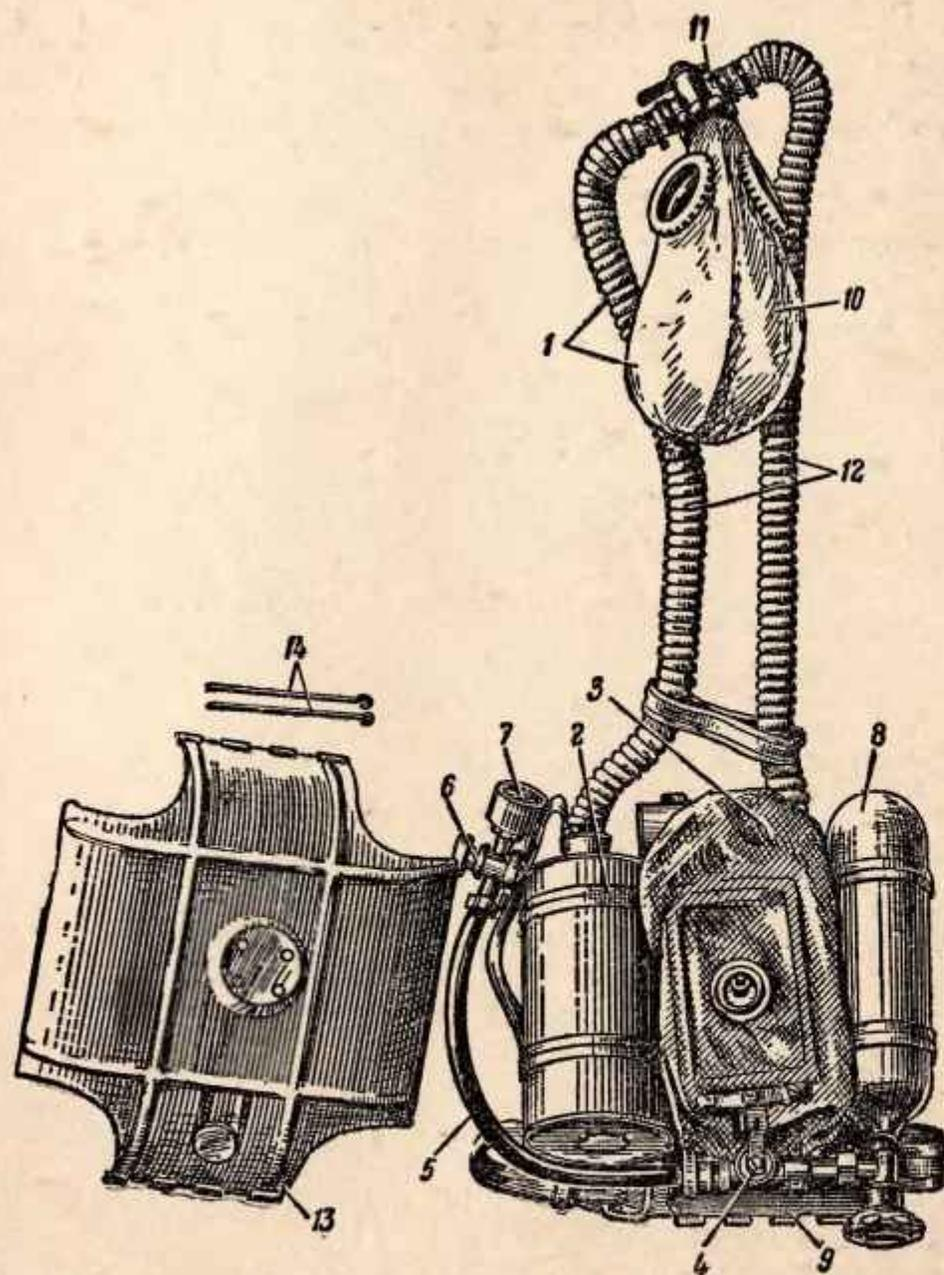
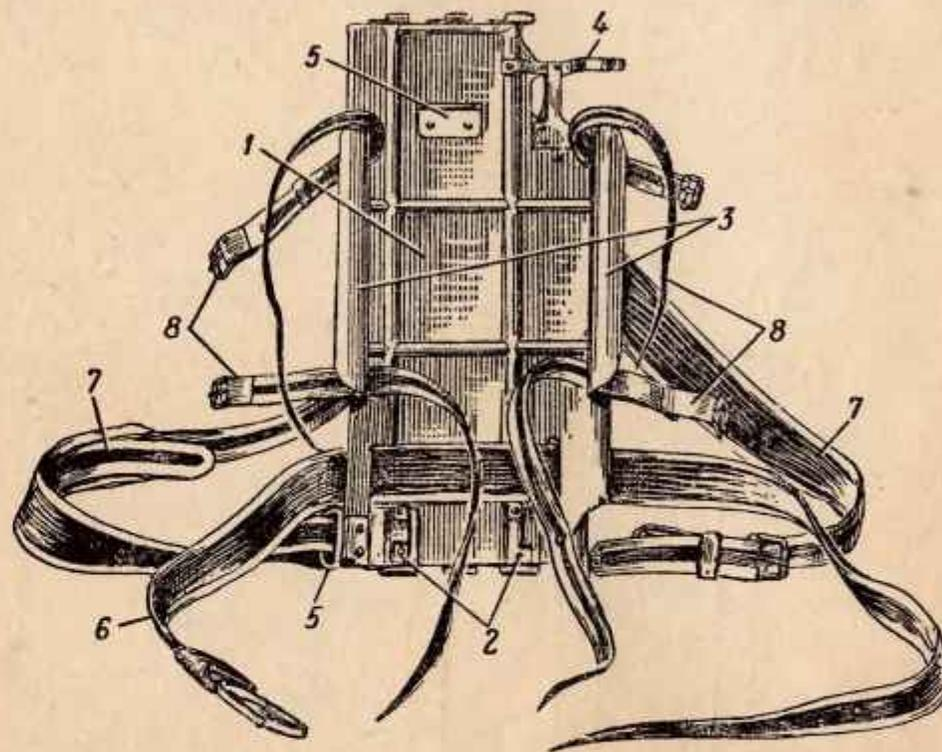

Рис. 1. Общий вид аппарата ИПСА (со снятой крышкой корпуса):
Рис. 13. Корпус аппарата ИПСА (со снятой крышкой):
12. Корпус аппарата (рис. 13) служит для крепления всех частей аппарата и защиты их от повреждений; состоит из рамы и крышки, показанной на рис. 1.
На раме корпуса имеются (рис. 13): кронштейны 2 для крепления легочного автомата; изогнутые перегородки 3 для размещения поглотительного патрона и баллона (в пазы
Крышка корпуса прикрепляется к раме при помощи двух шпилек 14 (см. рис. 1).
Поглотительный патрон и баллон крепятся к корпусу при помощи ремешков 8 (рис. 13).